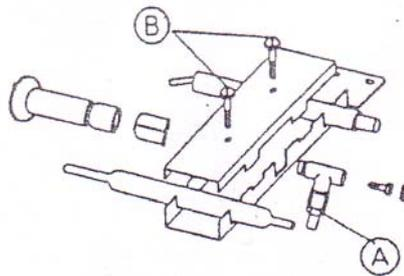

Fig. 9
- a) Détacher les vis (B) d'union du termopar à l'ensemble du brûleur d'allumage (Fig. 9).
- a) Détacher le raccord d'union (A) au tube du brûleur d'allumage (Fig. 9).
- b) Détacher les vis d'union (B) du termopar et de la bougie de l'ensemble du brûleur d'allumage.